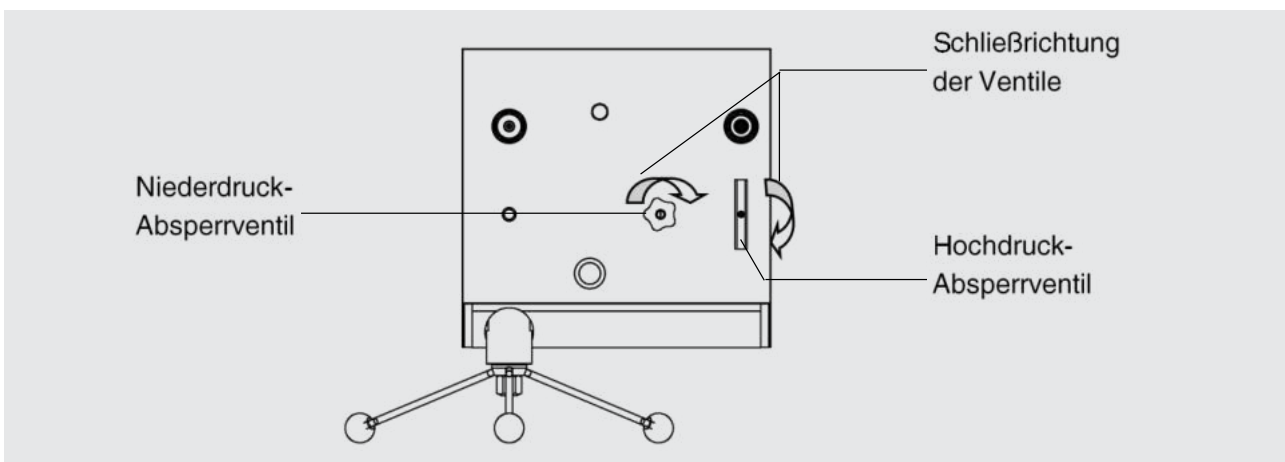

Abbildung 6.2.1-1 Schließrichtung der Ventile
Vor Lösen der Verschlussstopfen in den Prüfanschlüssen, den drucklosen Zustand des Systems (Spindelpumpe im Gegen-Uhrzeigersinn komplett zurückgedreht, Hochdruck-Absperrventil öffnen, Niederdruck-Absperrventil öffnen) sicherstellen. (siehe Abbildung 6.2.1-1 Schließrichtung der Ventile)
- Hochdruck-Absperrventil öffnen (siehe Abbildung 6.2.1-1 Schließrichtung der Ventile **Fehler! Verweisquelle konnte nicht gefunden werden.**)
- Niederdruck-Absperrventil öffnen (siehe Abbildung 6.2.1-1 Schließrichtung der Ventile)
- Hochdruck-Absperrventil öffnen (siehe Abbildung 6.2.1-1 Schließrichtung der Ventile)